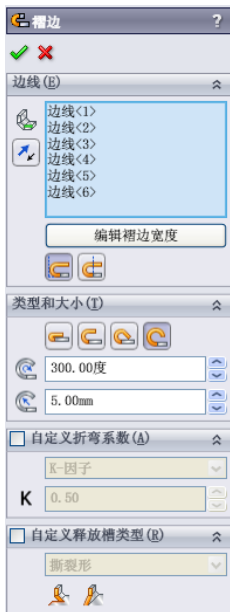
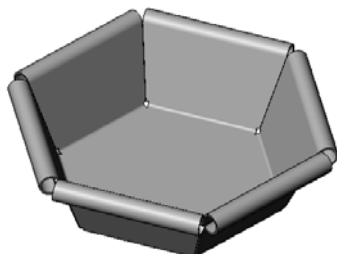

图 10-107 生成褶边操作
图 10-108 生成的褶边
(7) 生成“褶边”特征。选择菜单栏中的“插入”→“钣金”→“褶边”命令，或者单击“钣金”工具栏中的（褶边）按钮，系统弹出“褶边”属性管理器，单击如图 10-107 所示的边作为添加褶边的边线，单击（材料在内）按钮，单击（滚轧）按钮，输入如图 10-107 所示的角度数值和半径数值，其他设置默认，单击（确定）按钮，生成褶边如图 10-108 所示。